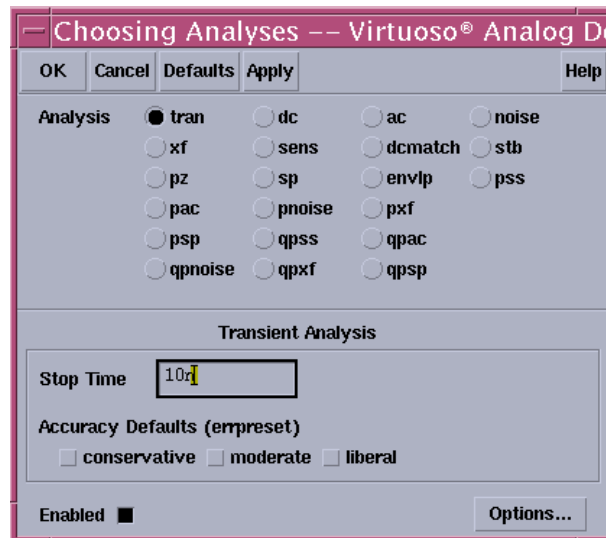

图 5.7 仿真设置窗口，瞬态分析的设置
①Analyses->choose，或者点击右侧工具栏的 choose analyses 按钮。弹出如图 5.7 所示窗口。于 Analysis 栏选择不同的仿真。对于瞬态分析，我们选 tran，然后于 stop time 栏输入仿真时间 10n。